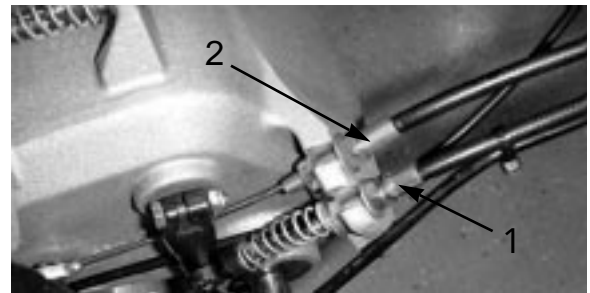

図 48
2. ケーブルの前ジャムナットをゆるめ、後ジャムナット (図 48) を締めてケーブルの張りを出し、5.4 ~ 7.3 kg の力で走行コントロールがつかないようにする。力の計測はコントロール・ノブの部分で行う。
2. ケーブルの前ジャムナットをゆるめ、後ジャムナット (図 48) を締めてケーブルの張りを出し、2.7 ~ 4.1 kg の力でブレーキが作動するようにする。力の計測はレバー・ノブの部分で行う。ブレーキ・バンドが締めまりっぱなしにならないよう注意すること。